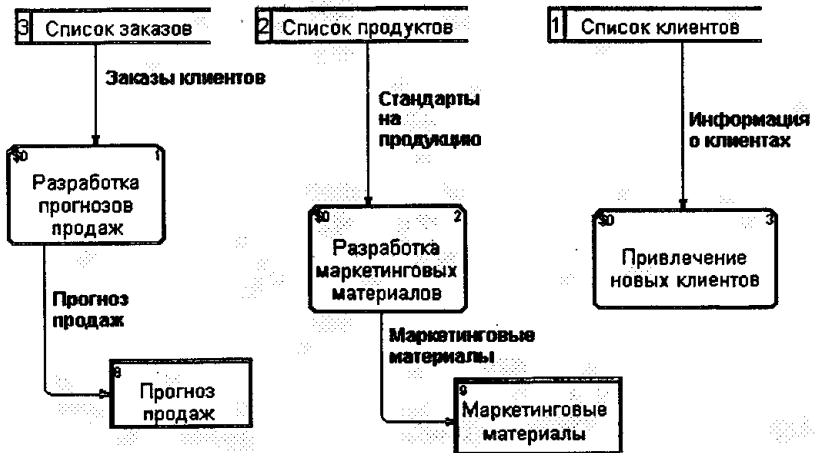

Рис. 10. Диаграмма A23
4) Свяжите объекты диаграммы DFD стрелками, как показано на рис. 10.